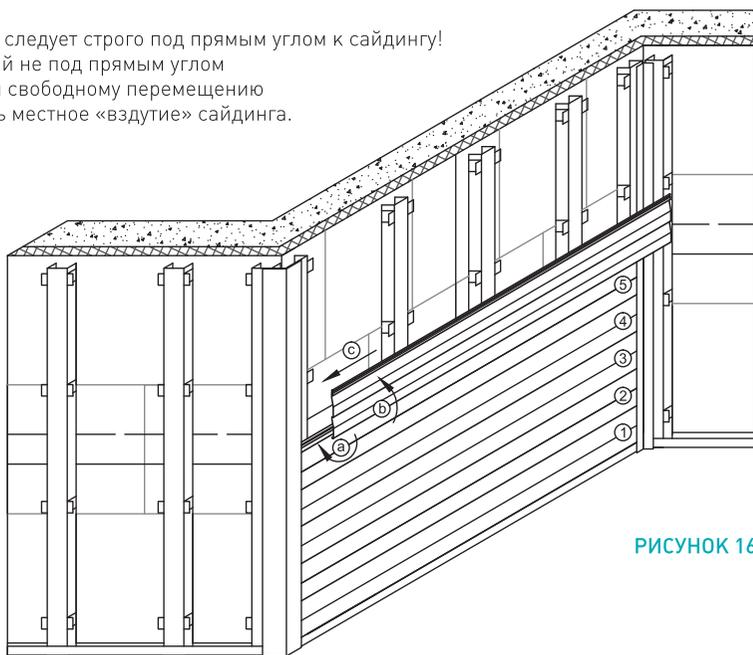

РИСУНОК 16
- Устанавливаемую панель нужно сначала соединить с нижней панелью (или со стартовой полосой) и подтолкнуть вверх до защелкивания «замка» (рисунок 16). После этого панель можно прикручивать. При этом ее нельзя натягивать или сильно прижимать, она должна висеть на точках крепления без напряжения, сохраняя свою естественную форму. Сильное натяжение может стать причиной неправильного соединения с другими панелями и деталями. Избегать следует как излишне плотного крепления, так и болтающихся панелей.